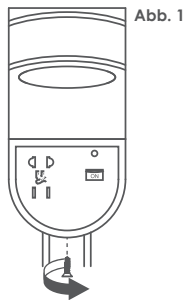

Abb. 1
1. Entfernen Sie die Schraube an der Unterseite der Halterung, wie in Abb. 1 dargestellt, und nehmen Sie dann die Abdeckung ab.